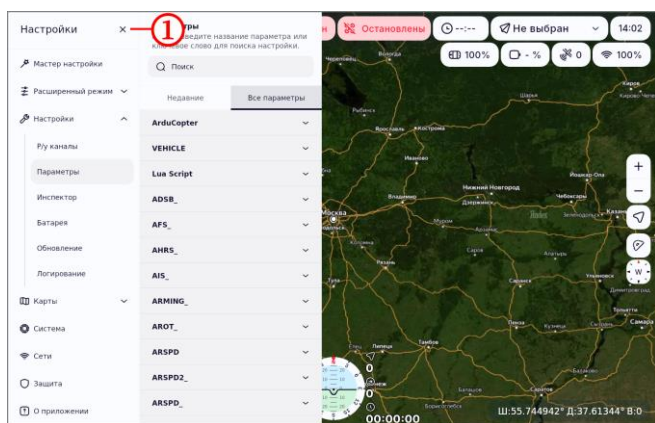

Рисунок 24
- закрыть раздел настроек по нажатию кнопки **X** (рисунок 24, шаг 1);